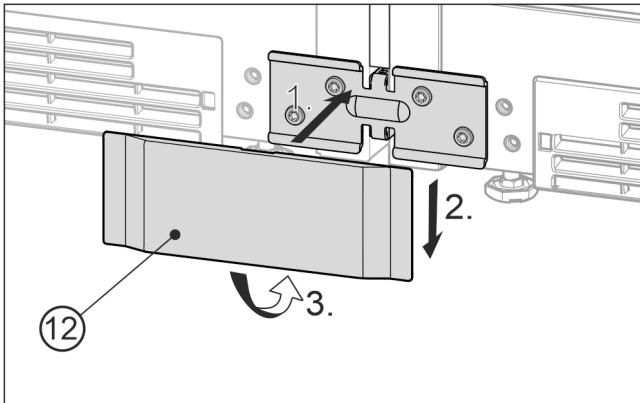

Fig. 24 Shembull ilustrues
- Vendosni kapakun mbulues Fig. 24 (12) të poshtëm nga përpara mbi profil Fig. 24 (1), shtyjeni poshtë Fig. 24 (2) dhe mbërthejeni me kapje nga poshtë Fig. 24 (3).